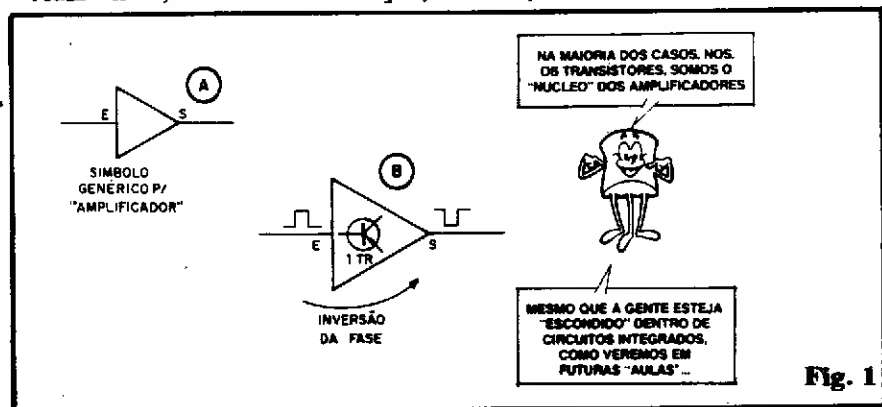

Fig. 1
- FIG. 1 - Em 1-A temos o símbolo genérico adotado na "iconografia" eletrônica, para representar um bloco AMPLIFICADOR (um triângulo "deitado", com sua Entrada e sua Saída nitidamente marcadas...). Lembrando do que já vimos sobre a amplificação com transistores, se tivermos um bloco formado por um único transistor, na configuração emissor comum, na amplificação (fig. 1-B) se dá uma INVERSÃO DE